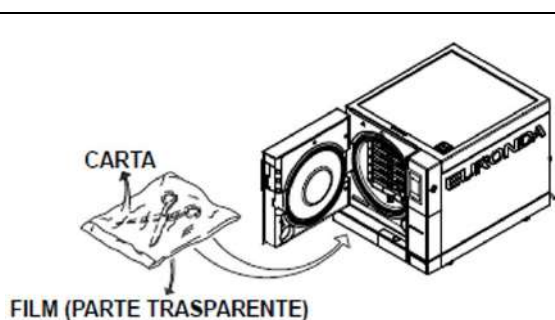

Fig. A3-2
- Mettere la busta con la parte trasparente rivolta verso il basso (a contatto con il vassoio) e la parte di carta rivolta verso l'alto (Fig. A3-2). Gli strumenti devono essere imbustati separatamente.